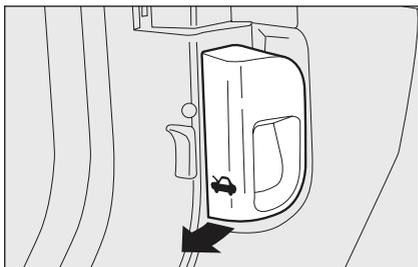

Рис. 91
- потягніть рукоятку (рис. 91) у напрямку стрілки;